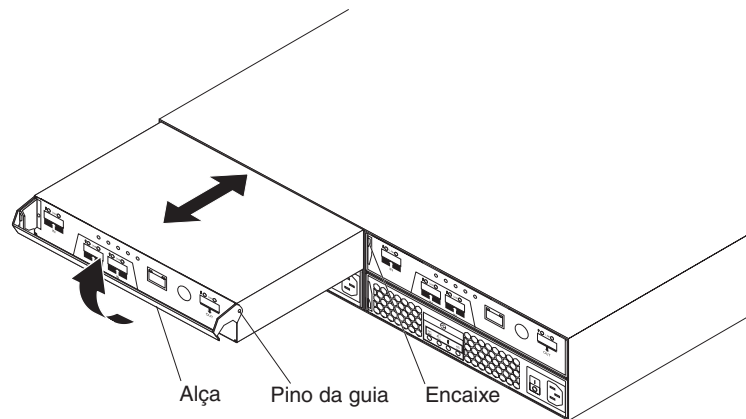

Figura 61. Removendo e Recolocando um Controlador
- b. Puxe lentamente a alça para fora do chassi para remover o controlador do compartimento, conforme mostrado na Figura 61.
- b. Certifique-se de que os pinos da guia na lateral do controlador sejam ajustados nos encaixes do chassi do DS3400. Consulte Figura 61 na página 87.